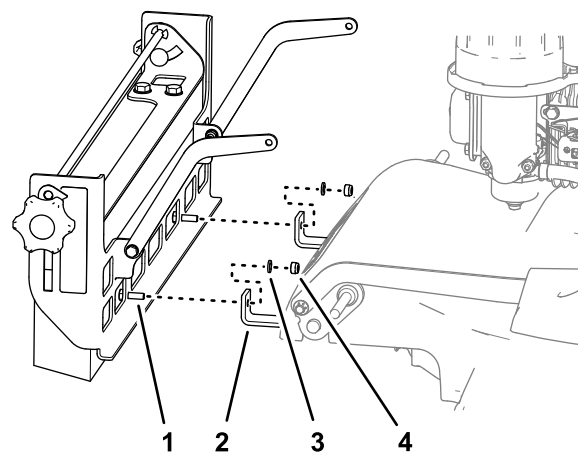

Figure 11
3. Insérez les vis que vous avez montées aux opérations 1 et 2 dans les trous des supports inférieurs, comme montré à la Figure 11.
4. Fixez le support de montage de la brosse et les vis sur les supports inférieurs (Figure 11) à